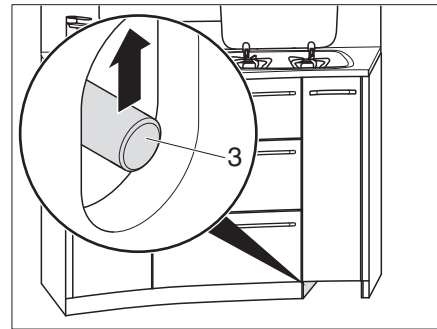

Bild 123 Küchenschubladen entriegeln
- Schubstange (Bild 123,3) nach oben schieben.